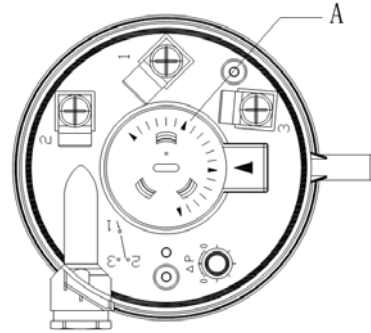

图 6
1. 开关示意图如图 6 所示。打开封盖即可看到。
- 需要的压力/压差可通过设定旋钮上的刻度盘（图 6 中 A）获得。仅需要用一字螺丝刀旋转刻度盘到指针所示位置即可。